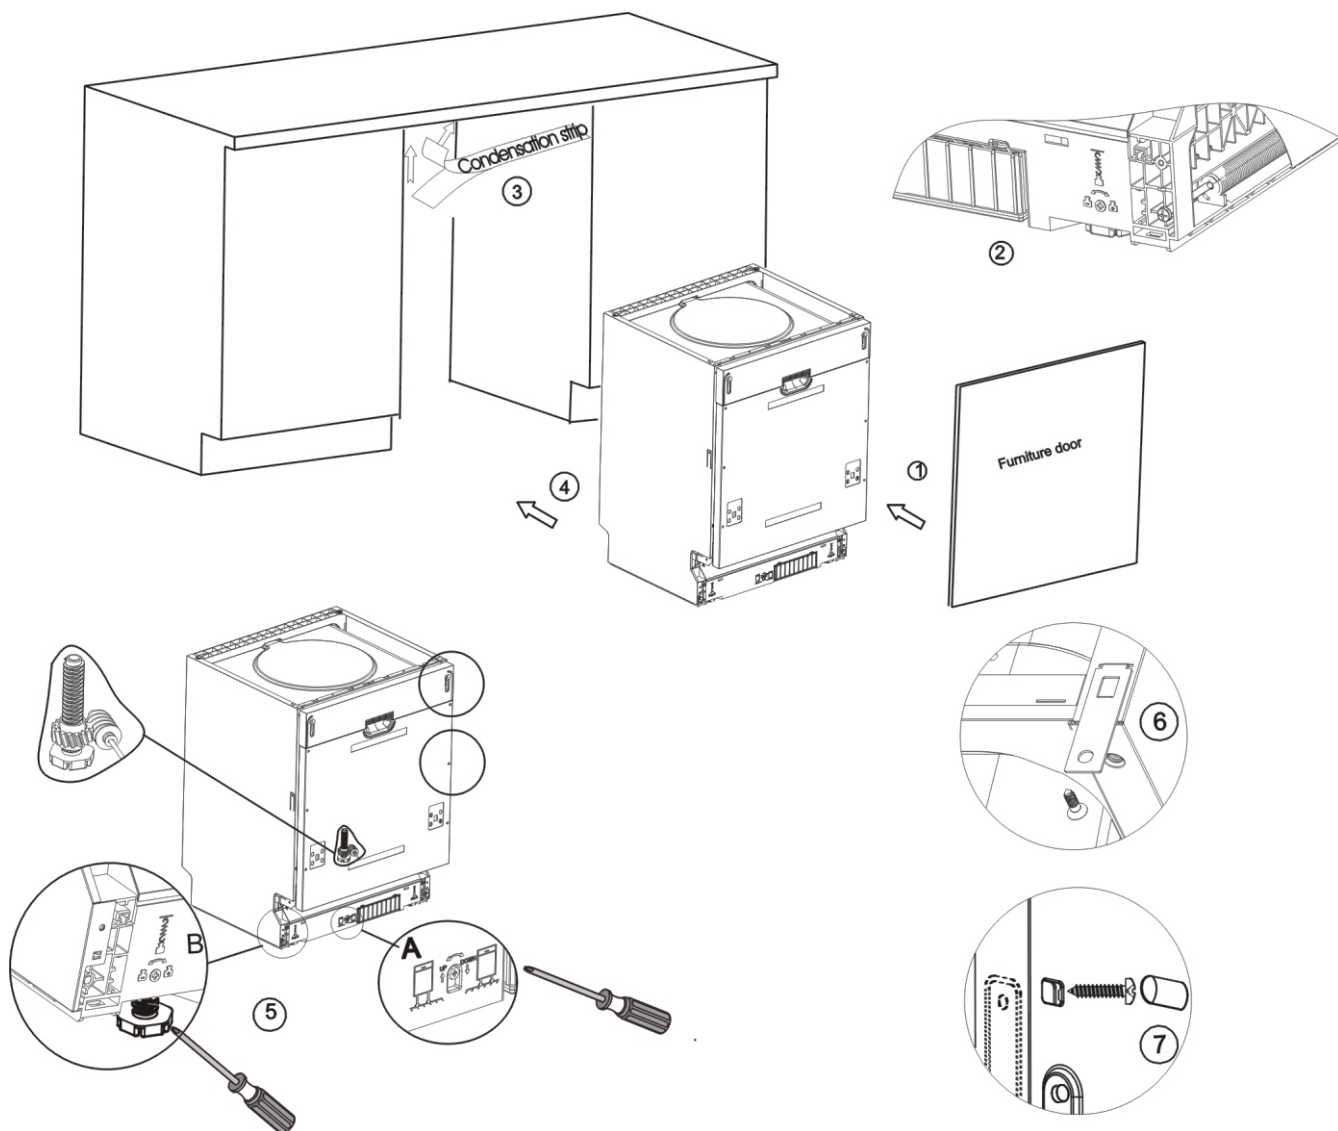

Рисунок 7
- Поверхность из мрамора или гранита: закрепите с помощью винта (рис. 7).